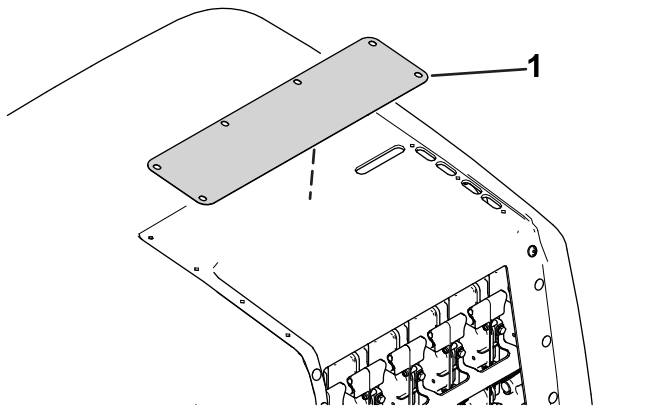

Figura 24
10. Retire la placa situada debajo de la tapa del capó (Figura 24).